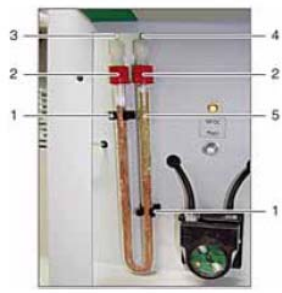

图80 取出卤素捕集器的U形管
- 2. 拧松卤素捕集器的红色接头，将U形管从夹子中取出（图80）。
10. 连接管子（图80项目3）到含有铜绒的气体进口端，连接管子（图80项目4）到含有黄铜绒的气体出口端。